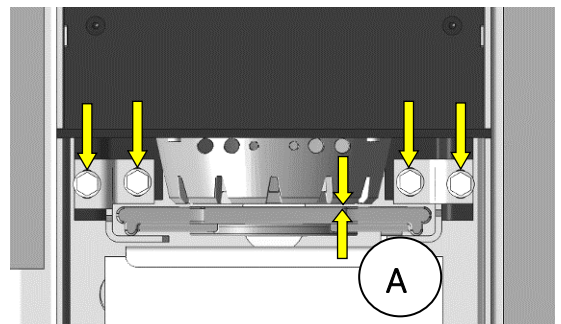

Fig. 48 : distance grille en fonte - pot brûleur
2. Vérifiez la distance verticale (A) entre le pot brûleur et la grille en fonte (Fig. 48 Fig. ). La distance doit être inférieure à 1 mm. Le cas échéant, réglez la fente / distance. À cet effet, desserrez les quatre vis indiquées par les flèches.